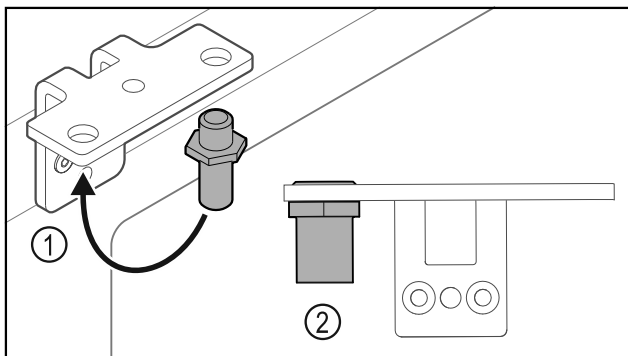

Fig. 29
- ▶ Bolzen Fig. 29 (1) im Scharnierwinkel umsetzen.
- ▶ Bolzen Fig. 29 (2) mit **Drehmoment von 12 Nm** anziehen.